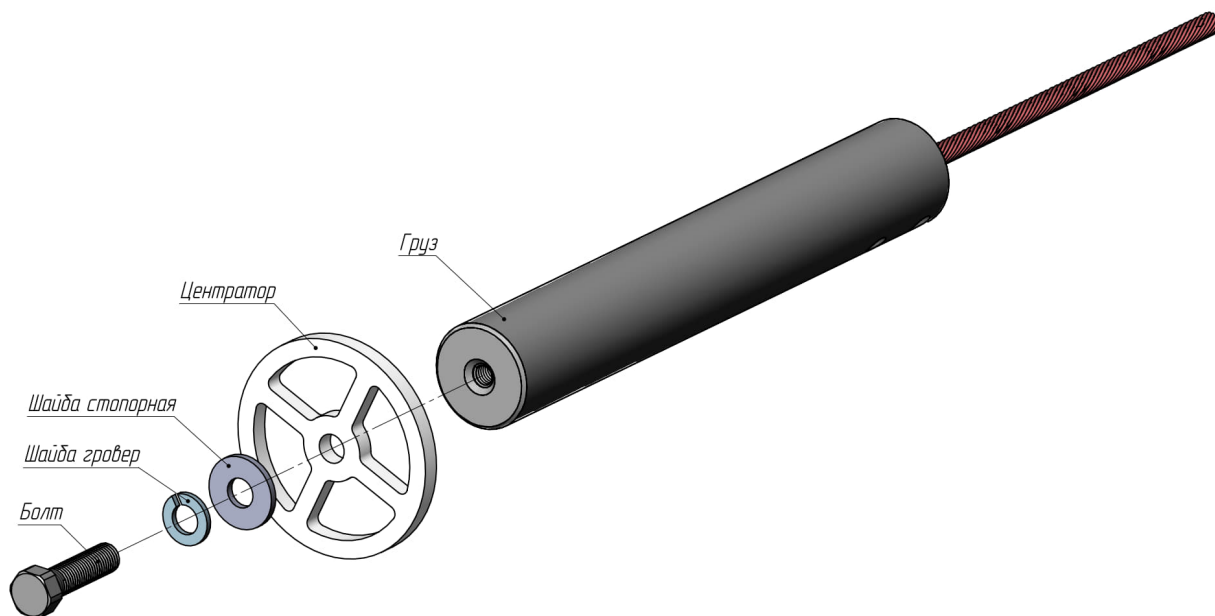

Рисунок 7 – Монтаж центрирующего диска к одиночным гибким зондам
1.4 На нижнюю часть груза с помощью болта и шайб монтируется центрирующий диск (фторопластовый или керамический) (рисунок 7).